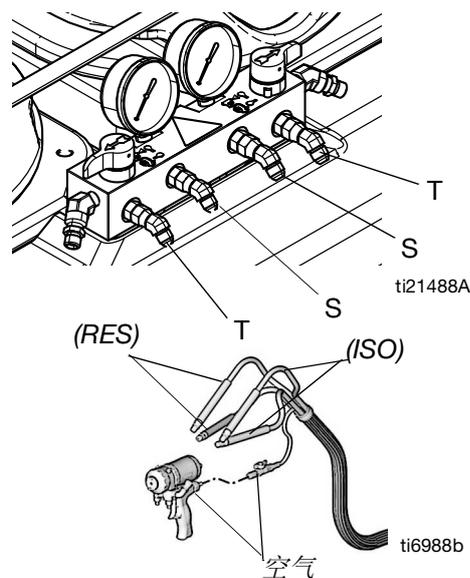

图 5 连接回流软管
1. 将供料软管连接到出口软管连接处（S，图 5）。红色软管用于 ISO，蓝色软管用于 RES。两个接头的大小不同，以避免出现连接错误。将软管的另一端连接到喷枪的 ISO 和 RES 输入端。